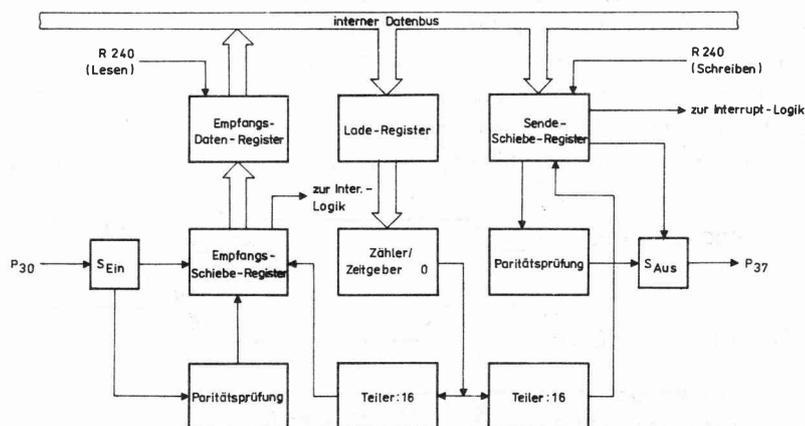

Bild 24: Blockschaubild der seriellen Ein-/Ausgabe
Die Leitungen P 30 und P 37 von Port 3 können als serielle Ein-/Ausgabeleitungen für voll-duplexen seriellen asynchronen Empfangs-/Sendebetrieb programmiert werden. Die Bitrate wird durch den Zähler/Zeitgeber 0 (TO) gesteuert und liefert eine maximale Datenrate von 62,5 KBit/s ($f_{XTAL}/128$ bei max. 8 MHz). Die zu übertragenden Daten werden in Register R240 geladen und über P 37 hinausgeschoben (Bild 24). Die seriellen Daten werden über P30 empfangen, zu einem 8-Bit-Zeichen zusammengeführt und in den Empfangspuffer übertragen. Register 240 verhält sich in Wirklichkeit wie 2 Register: eingeschrieben wird in den Sender, gelesen wird aus dem Empfangspuffer.